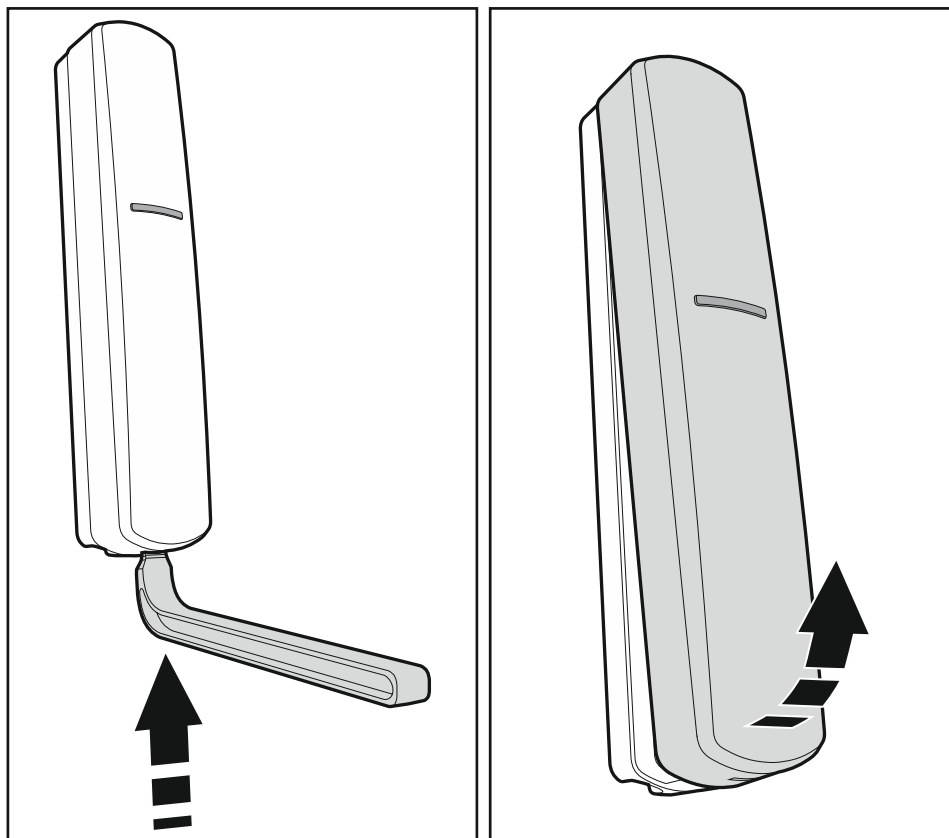

Fig. 4. Ouverture du boîtier.
1. Ouvrez le boîtier du contrôleur (fig. 4). Présenté sur la figure, l'outil servant à ouvrir le boîtier est fourni au contrôleur.